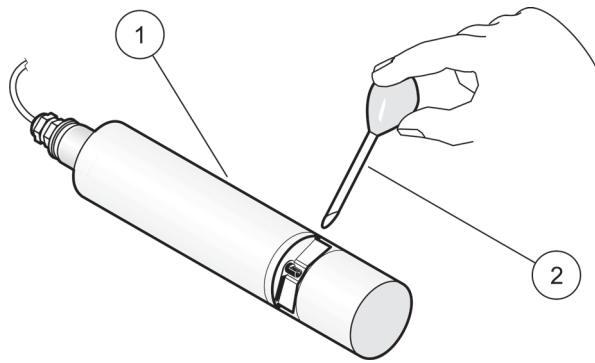

Bild 4 Überprüfen der Kalibrierung (Beckenversion)
9. **Beckenversion:** Entnehmen Sie den Sensor aus dem Becken, spülen Sie den Mess-Spalt mit Wasser, und füllen Sie ihn mit Hilfe einer Pipette mit Standardlösung, siehe Bild 4 auf Seite 27.